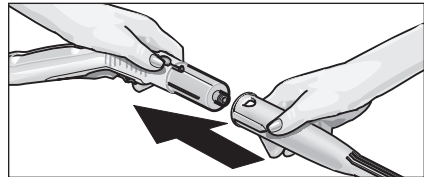

Abb. 2: Aufstecken von Zubehör auf die Dampfpistole
- Verbinden Sie das gewünschte Zubehörteil (D1,E1,F1) mit der Dampfpistole (C1). Stecken Sie dazu das rohrförmige Ende des Zubehörteiles auf die Dampfpistole (C1). Schieben Sie das Zubehörteil dann soweit auf die Dampfpistole, bis die Entriegelungstaste (C3) der Dampfpistole einrastet (siehe Abb. 2).